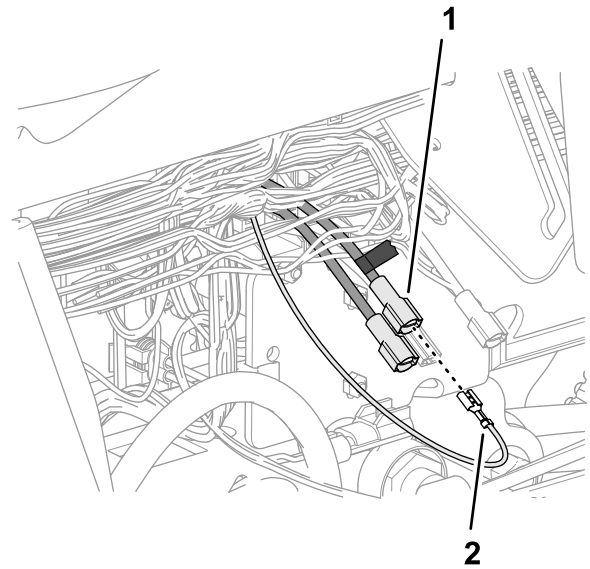

Figure 189
5. Branchez le connecteur à lame que vous avez repéré à l'opération 4 au connecteur à douille au bout du fil rose de 51 mm (Figure 189).